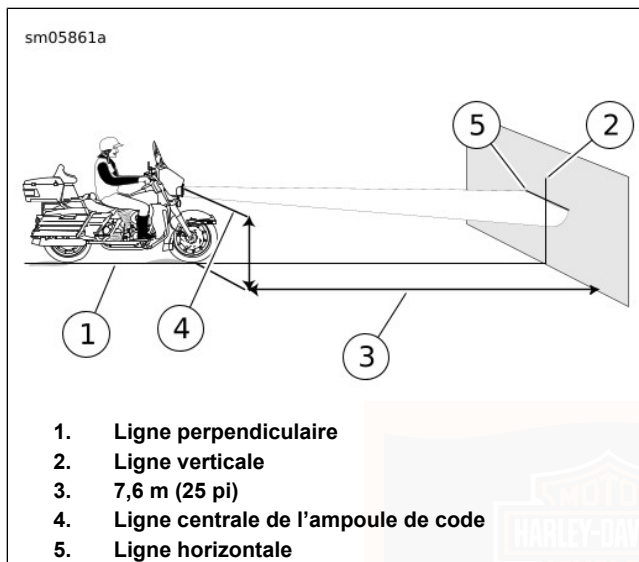

Figure 70. Alignement du phare : Type à DÉL (typique)
4. Voir Figure 70. Garer la moto selon une ligne perpendiculaire (1) au mur.
6. Tracer un axe vertical (2) sur le mur.
7. Avec la moto chargée, orienter la roue avant tout droit vers le mur. Mesurer la distance (4) entre le sol et le centre de l'ampoule de code.
8. Voir Figure 70. Tracer une ligne horizontale (5) croisant la ligne verticale au niveau de la ligne centrale du code.
- a. **Horizontal** : Tourner la vis de réglage horizontal (1) pour ajuster le faisceau lumineux à gauche et à droite.
- b. **Vertical** : Tourner la vis de réglage vertical (2) pour ajuster le faisceau lumineux vers le haut et vers le bas.
3. Voir Figure 70. Ajuster le phare pour centrer le faisceau lumineux comme indiqué.